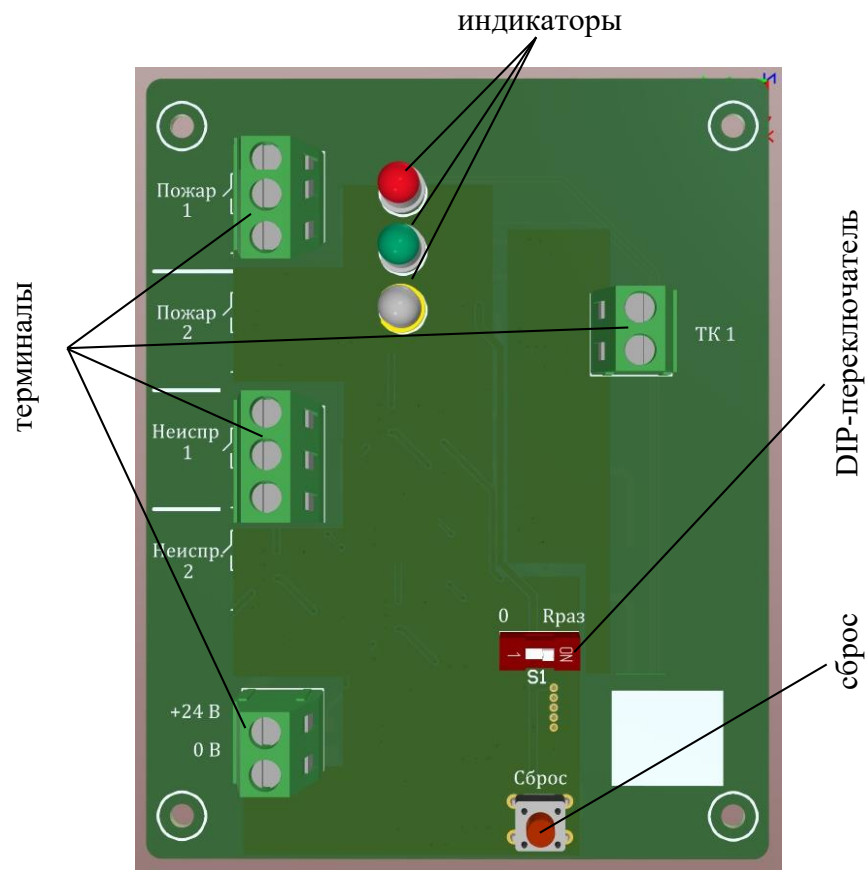

Рисунок 4.2 – Печатная плата модуля ПИМ-71
4.2 На печатной плате модуля ПИМ-71 (рис. 4.2) установлены индикаторы режима работы, терминалы «Пожар 1» выходов реле пожар, терминалы «Неисправность 1» выходов реле неисправность, терминалы для подключения источника питания «+24 В», «0 В», терминалы для подключения удлинительного кабеля или термокабеля «ТК 1». Для удобства подключения дополнительных и оконечных резисторов шлейфа сигнализации рядом с выходами реле «Пожар» и «Неисправность» имеются дополнительные свободные терминалы. Так же на печатной плате установлен DIP-переключатель S1 и кнопка «Сброс».